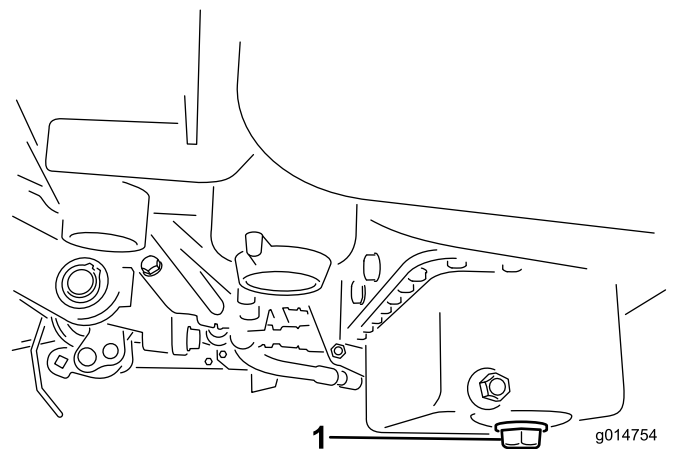

図 29
1. ドレンプラグを外してオイルを容器に受ける。オイルが抜けたらドレンプラグを取り付ける 図 29。